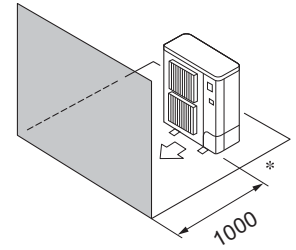

Fig. 3-8
- ④ Εμπόδια στην μπροστινή πλευρά μόνο (Fig. 3-8)